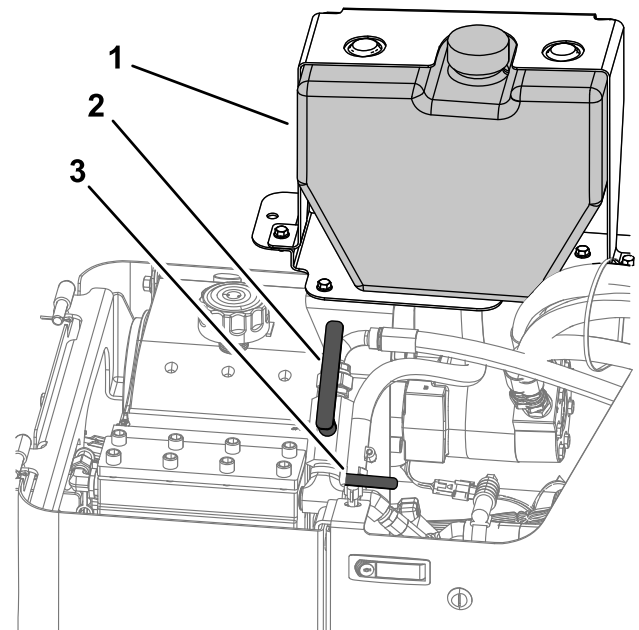

Bild 122
4. Drehen Sie das Bohrflüssigkeitsventil nach rechts in die Aus-Stellung (Bild 122).
Stellen Sie den Schalter für den Sprühschlauch auf die EIN-Stellung (Bild 122).